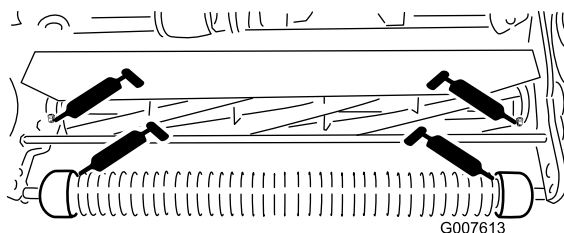

図 22
- 前ローラ2ヶ所 図 22
- リールベアリング2ヶ所 図 22